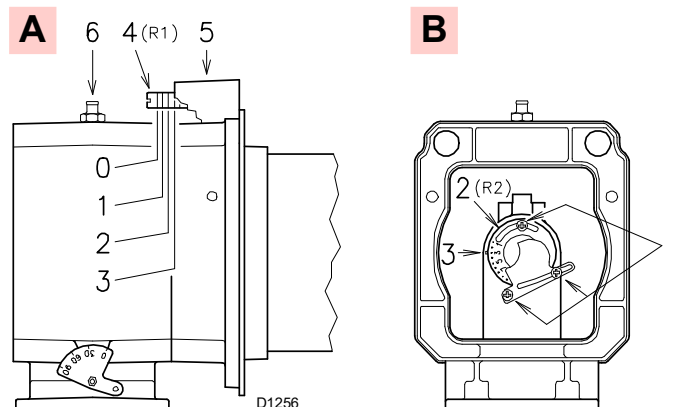
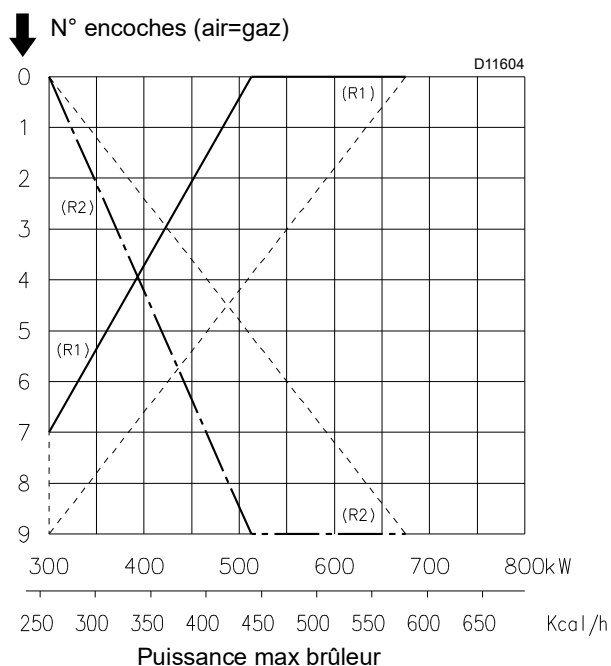

Fig. 18
Fig. 19
À ce stade de l'installation, la buse et le manchon sont fixés à la chaudière comme indiqué en A)(Fig. 18).
- air R1 A)(Fig. 18)
- gaz/air R2 B)(Fig. 18)
Trouver dans le diagramme (Fig. 19) l'encoche à laquelle régler soit l'air que le gaz.
- Tourner la vis 4)(Fig. 18) jusqu'à ce que l'encoche corresponde au plan avant 5)(Fig. 18) de la bride.
Pour faciliter le réglage, desserrer la vis 6)(Fig. 18), régler puis bloquer.
- Desserrer les 3 vis 1)(Fig. 18) et faire tourner la bague 2) jusqu'à la faire coïncider avec l'encoche trouvée avec l'indice 3).
D'après le diagramme (Fig. 19) il en ressort que pour cette puissance les réglages sont:
Le diagramme (Fig. 19) indique un réglage optimal pour un type de chaudière selon la Fig. 4 à la page 11. Si la pression du gaz le permet, la fermeture de la bague 2)(Fig. 18) permet de réduire la formation de NOx.